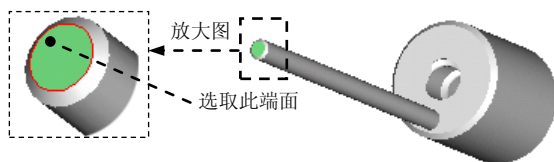
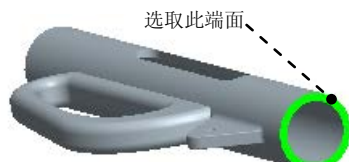

图 12.5.42 选取止动杆零件的端面
图 12.5.43 选取主体机体盖的端面
(1) 在连接件和组件上选取零参照。选取止动杆（Stop_Rod）零件中的图 12.5.42 所示的端面，以及机体（Body）零件中的图 12.5.43 所示的端面，则选取的参照自动显示在“运动轴”对话框中。
(2) 指定再生值。在对话框中选中 ☒ **启用再生值**，采用默认的再生值“5.0”。
(3) 定义运动轴极限。在对话框中选中 ☒ **最小限制**，并在其后的文本框中输入“5.0”；